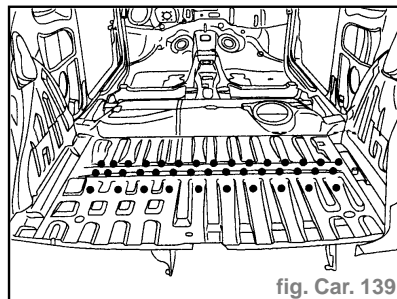

fig. Car. 139
- Solder par points électriques (avec l'équipement FA1) (fig. Car. 139).